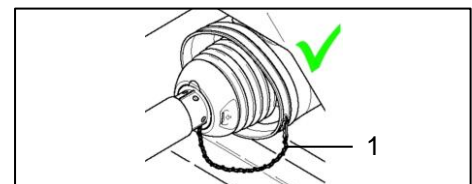

Bild 69: Haltekette
- Haltekette der Gelenkwelle (Bild 69 / Pos.1) so einhängen, dass ausreichender Schwenkbereich in allen Betriebszuständen gewährleistet ist. Möglichst rechtwinklig zur Gelenkwelle befestigen.